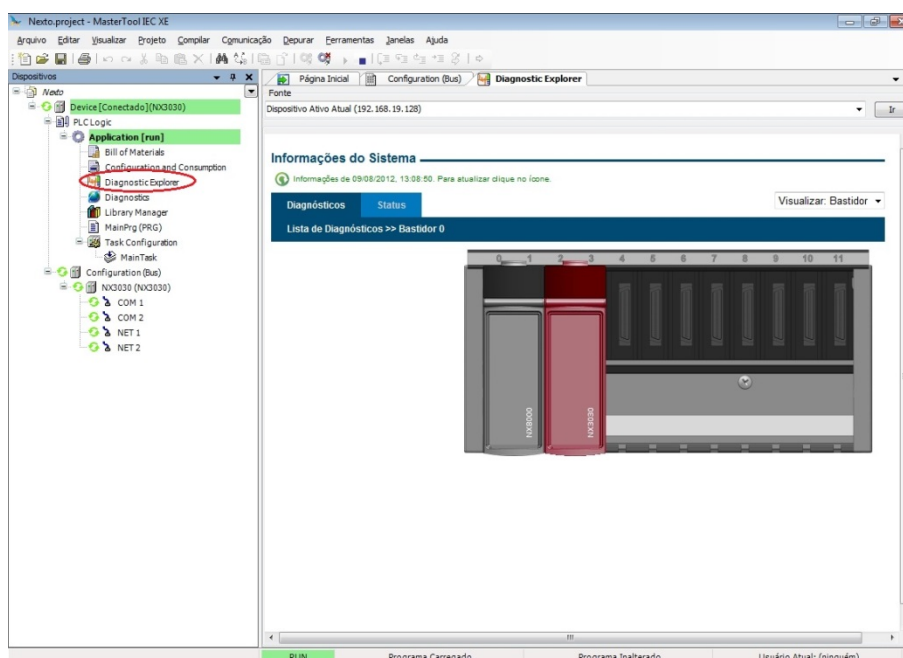

Figura 223: Tela do Diagnostic Explorer
- Acessando a opção “*Diagnostic Explorer*” na árvore de dispositivos, localizada na esquerda da tela do MasterTool IEC XE, colocando o IP correto no campo indicado na Figura 223. Lembrando que para a página de diagnósticos ser exibida, o usuário deverá estar conectado à UCP (capítulo Programação Inicial – Login).